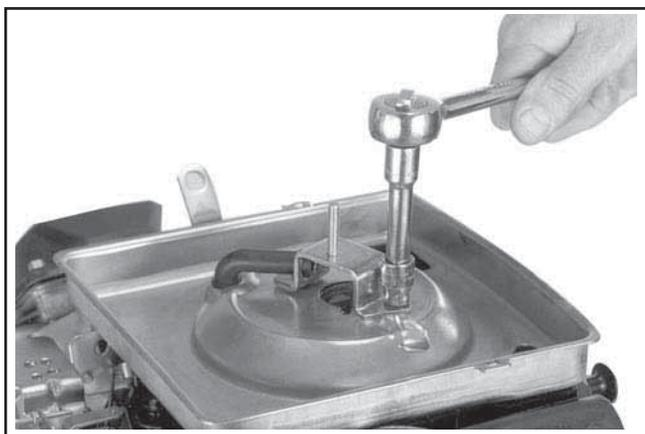

Figure 4-9. Vis de fixation de la bride.
2. Enlever les vis hexagonales à embase fixant la bride et l'embase. Voir les Figures 4-9 et 4-10. Retirer la bride.